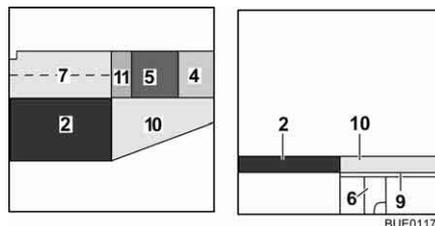

Bild 123 Nach dem Umbau
- Das Sitzpolster (Bild 123,5) in die Mitte legen.
- Das Rückenpolster (Bild 123,4) zwischen das Sitzpolster und die Wand legen.
- Das Zusatzpolster (Bild 123,11) zwischen das Sitzpolster (Bild 123,5) und das Zusatzpolster (Bild 123,7) legen.
- Das Zusatzpolster (Bild 123,10) auf die Bettverbreiterung legen.